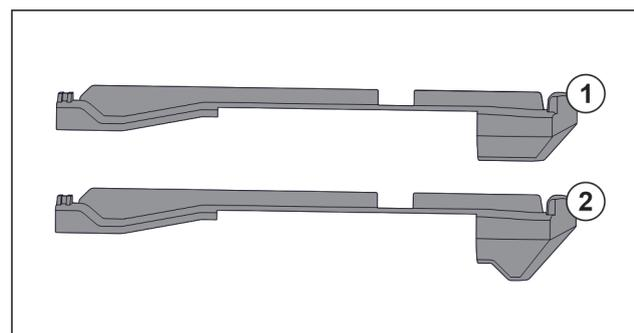

Fig. 62 Confronto degli elementi inseribili
Nell'apparecchiatura si trovano due diversi elementi inseribili. L'elemento inseribile sopra il cassetto più in basso Fig. 62 (2) presenta un bordo triangolare. Tutti gli altri elementi inseribili Fig. 62 (1) dispongono di un bordo dritto.
- ▶ Applicare l'elemento inseribile Fig. 62 (2) con il bordo triangolare sopra il cassetto più in basso.
- ▶ Applicare l'elemento inseribile Fig. 62 (1) con il bordo dritto su tutti gli altri punti.